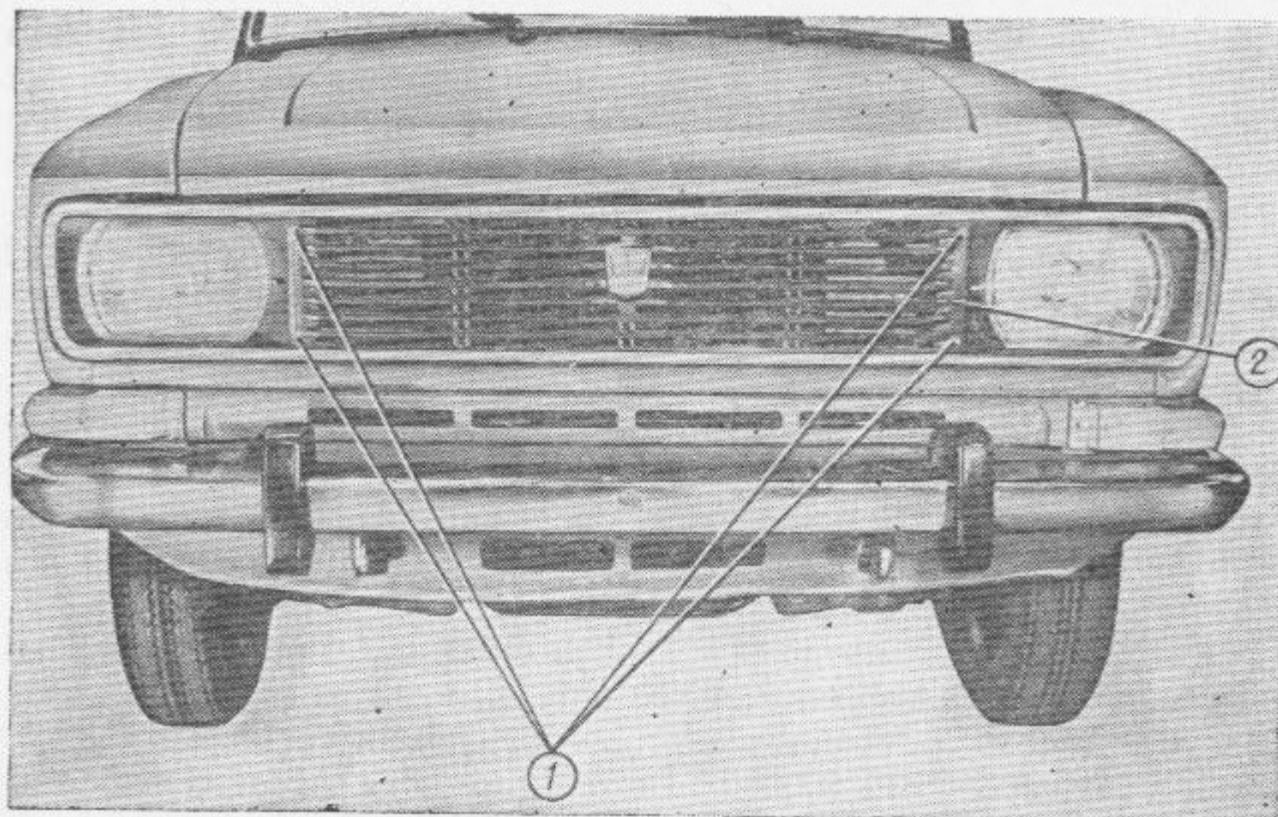

Bild 94. Abnehmen der Kühlerverkleidung :
4. Vier Schrauben 1 (Bild 94) für Befestigung der Kühlerverkleidung losdrehen.